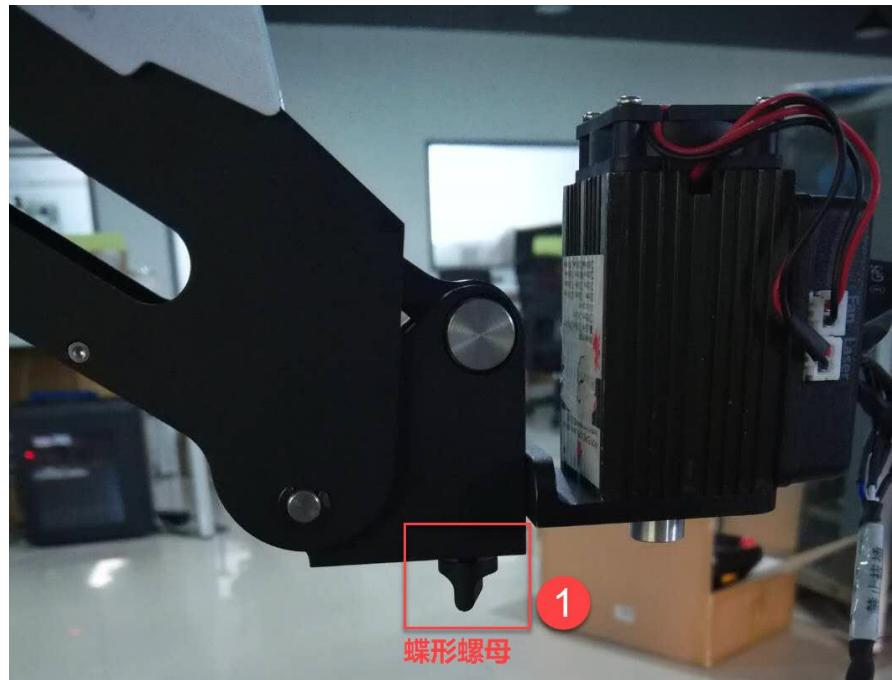

图 5.58 用蝶形螺母锁紧激光头
**步骤 1** 用蝶形螺母锁紧激光头。如图 5.58所示。